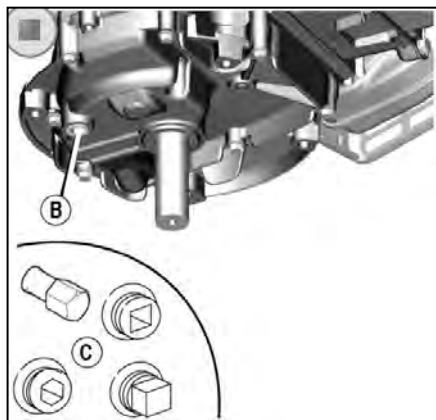

Рис.17
2. Двигатель оснащен нижним сливом (В, рис.17). Удалите пробку для слива масла (С). Слейте масло в соответствующий контейнер.